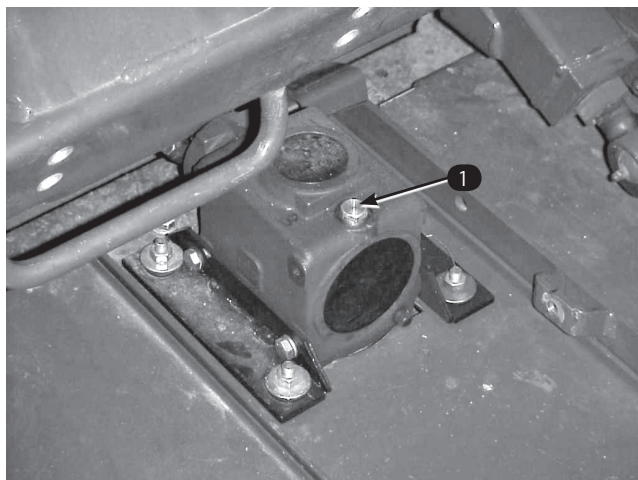

図9
2. ギア・ボックスの上部についているディップスティック兼給油プラグ (図9) を取り、オイルの量が、ディップスティックについている2本のマークの間にあることを確認する。油量が少なければ2本のマークの間まで補給する。